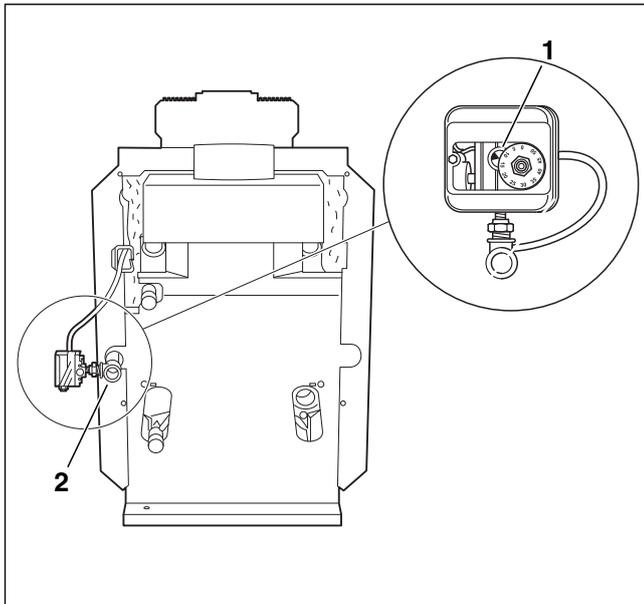

Рис. 20 Подключение газа
- ▶ Без натяжения подключить газопровод к газовому вводу котла (→ рис. 20, [2]).
- ▶ Для сжиженного газа установить через переходник, поставляемый с деталями для перенастройки, прибор контроля давления газа (→ рис. 20, [1]) непосредственно на штуцер подключения газа (→ рис. 20, [2]) отопительного котла так, чтобы регулировочный диск был направлен вверх или наружу.